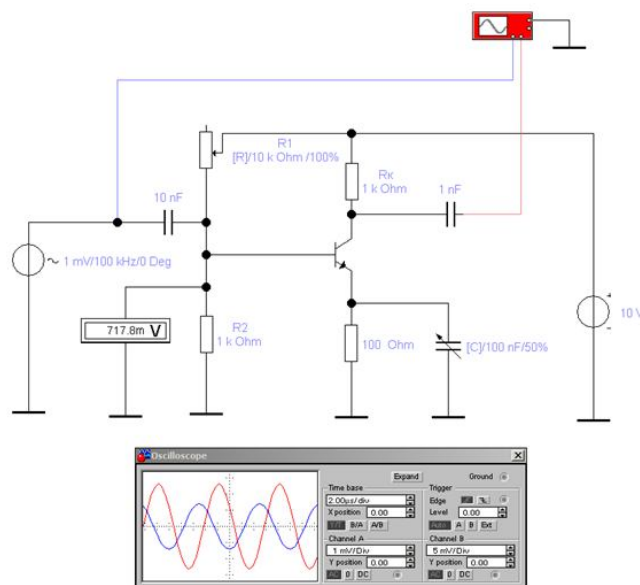

Рис. 1. Схема исследуемого усилителя
1.1. Соберите схему исследуемого усилителя (см. рис.1)